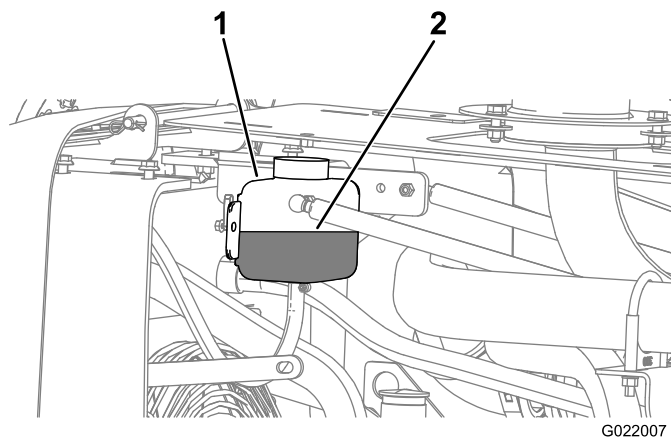
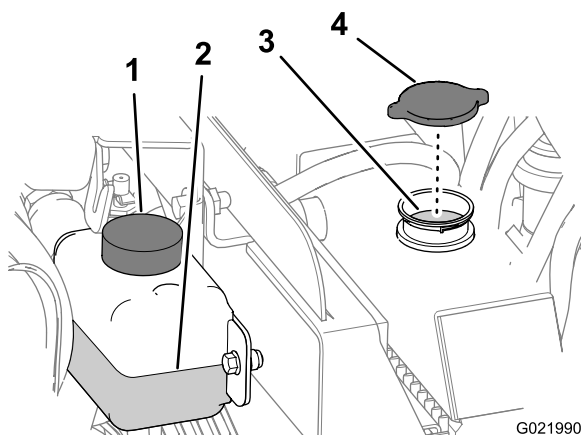

Figura 100
Figura 101
4. Verifique o nível de líquido de arrefecimento no reservatório (Figura 100).
4. Retire a tampa do bocal de enchimento do radiador e verifique o nível do líquido de arrefecimento (Figura 100 e Figura 101).
5. Se o nível de líquido de arrefecimento estiver baixo, adicione líquido até beirar o fundo do tubo de enchimento (Figura 101).
6. Instale a tampa do bocal de enchimento do radiador, apertando-a até estar estanque (Figura 101).
4. Retire a tampa do radiador (Figura 101).
2. Retire a tampa do radiador (Figura 101).
4. Instale a tampa do radiador (Figura 101).